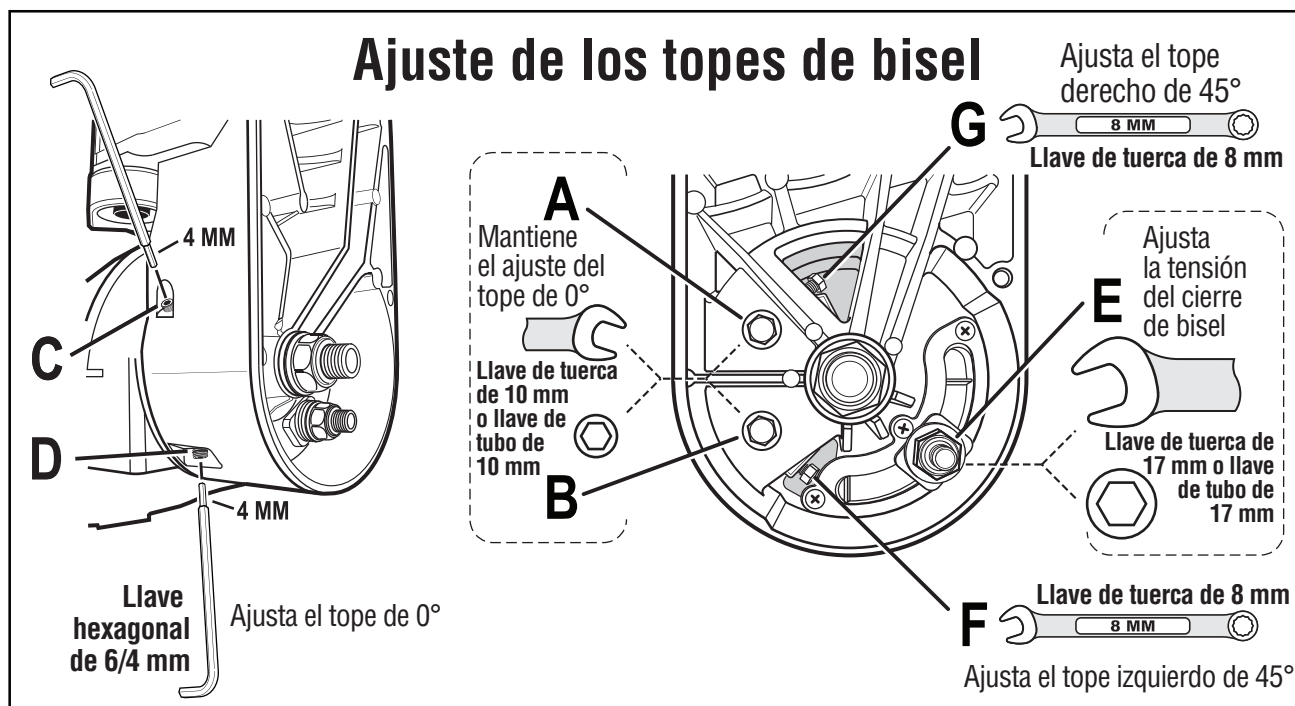

Figura 23
2. Afloje las cabezas de los pernos "A" y "B" utilizando una llave de tuerca de boca abierta de 10 mm o un tubo (con una llave de tubo). Afloje los pernos por lo menos una vuelta completa (vea la figura 23).